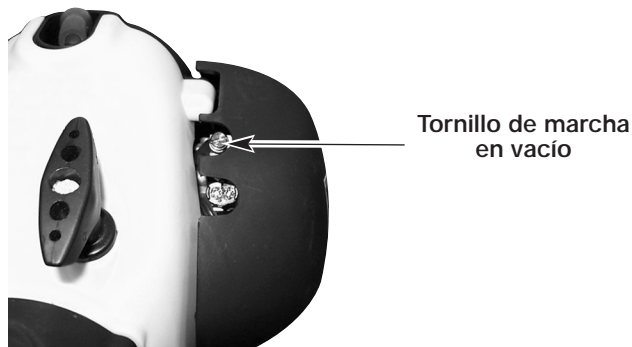

Fig. 29
1. Encuentre el tornillo de marcha lenta en el carburador (Fig. 29).